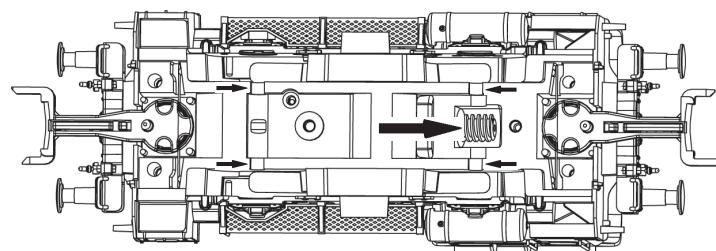

Fig. 6
**2. Schmierung:** Versehen Sie die im Schmierplan in Fig. 5 gekennzeichneten Stellen mit nur **kleinen Öltropfen**. Den **Radsatz** herausnehmen (Fig. 6). Wir empfehlen den ROCO **Öler Art.-Nr. 10906**. Fürs Schmieren der Getriebeteile (Zahnräder, Schnecke) empfehlen wir das **ROCO-Spezialfett Art.-Nr. 10905**. Im Falle der Schmierung diese Teile **nicht ölen**.
**2. Lubrication:** Apply **tiny oil drops** to spots marked in fig. 5. Take out **wheel set** (fig. 6). We recommend using item no. **10906, ROCO oiler**. For lubrication the gearparts (e.g. cogwheels, worm) we would recommend our ROCO **special grease** (item no. **10905**).
voir } Fig.6
voir } Fig. 6